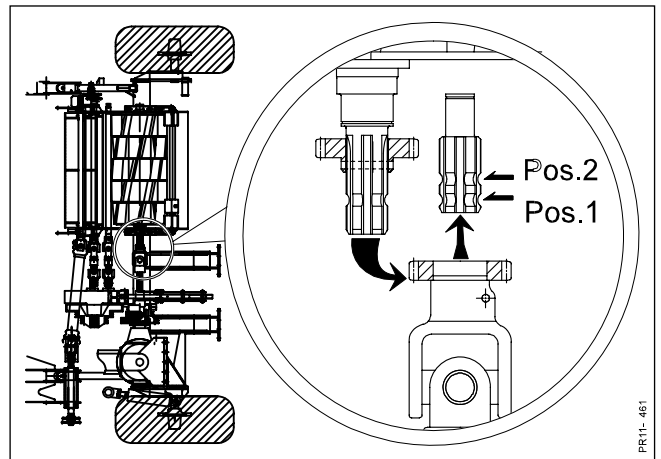

Fig. 4-16
Fig. 4-16 fastlåses på pos. 2, hvorved rotoren vil køre med modsat omdrejningsretning.